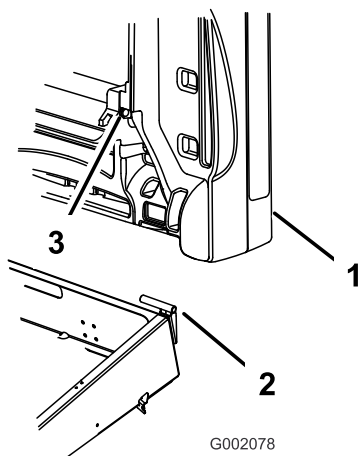

Figura 12
- Deslice el taladro de montaje de la plataforma de carga sobre el soporte del pivote (Figura 12).